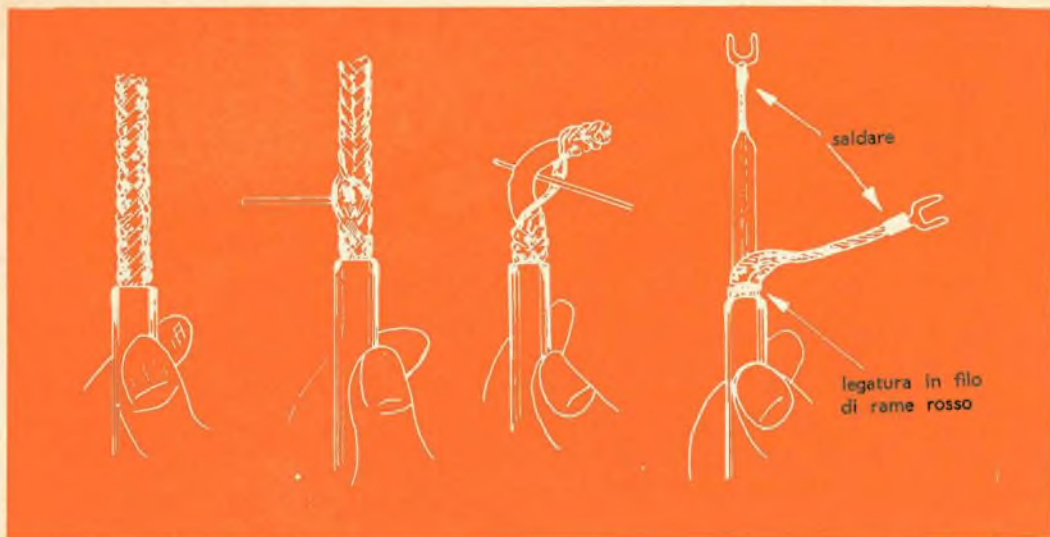

Fig. 6 - Preparazione dei terminali del cavo coassiale.
e) Accertarsi dell'esatto valore di impedenza della linea al fine di non commettere errori di adattamento. Nelle figure 6 e 7 è indicato il modo più semplice per effettuare la giuntura dei cavi coassiali e della piattina.